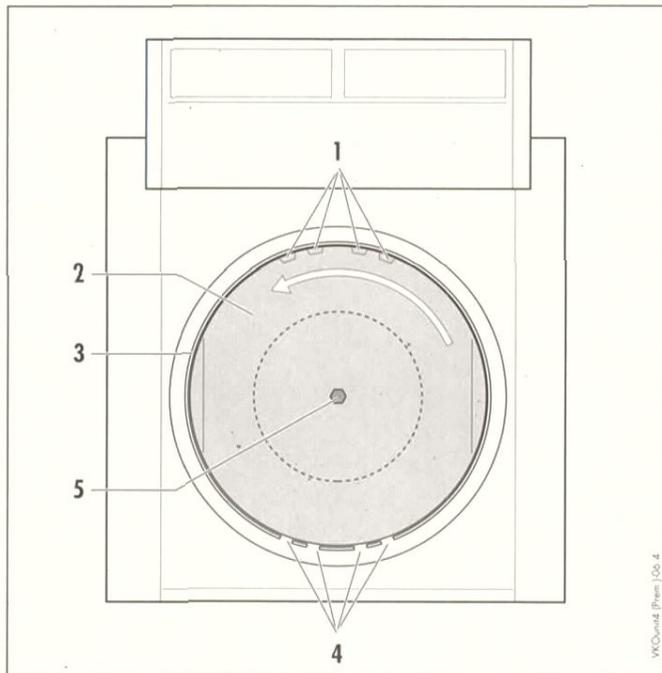

Abb. 5.3 Prallwandstein
- Hintere Dämmstoffmatte (6) anbringen (Abb. 5.3).